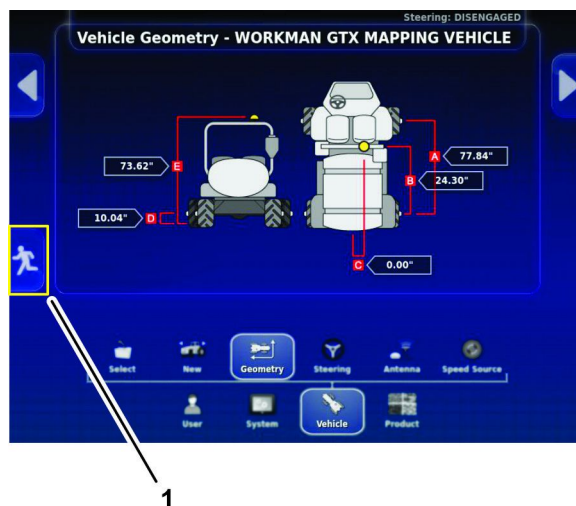

Figura 194
1. Ícone de distância entre o receptor de satélite e o solo (E)
6. Pressione o ícone SAIR DA CONFIGURAÇÃO (Figura 194).